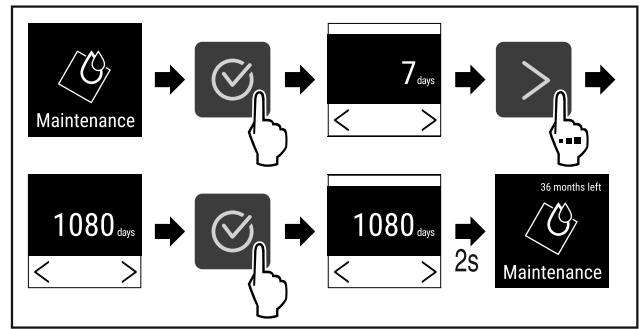

Fig. 73
- ▶ Handlungsschritte (siehe Fig. 73) durchführen.